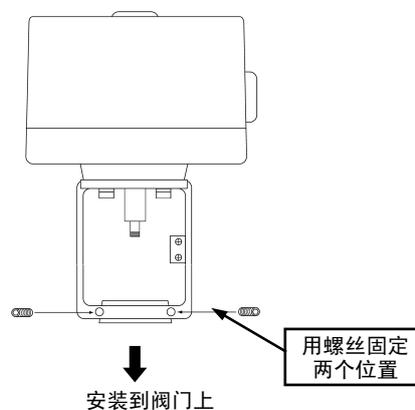

图 5
- (3) 将与执行器连为一体的连接支架组合到阀门上, 然后, 用六角扳手通过两颗六角头头部带孔螺丝(M8×25)来将其固定。(参照图5)